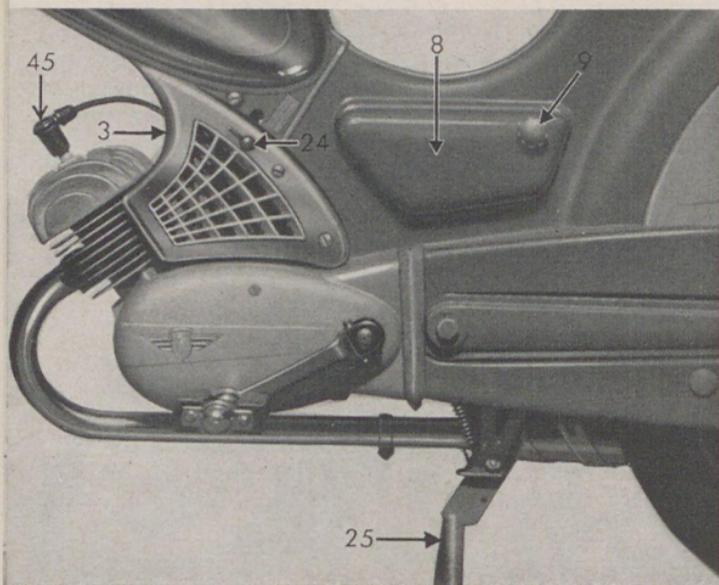

Bild 2
- e) **Der Werkzeugbehälter** 8 (Bild 2) ist in der Mitte des Fahrzeuges angeordnet. Sein Deckel ist auf Wunsch durch ein Schloß gesichert und kann nach Entsperrung oder durch Herausdrehen der Griffschraube 9 abgenommen werden. Bil 3 zeigt den Werkzeugbehälter mit abgenommenem Deckel.
1. Der Kraftstoffhahn 2 wird geöffnet. Ist der Motor kalt, soll vor dem Starten bei geschlossenem Gasdrehgriff 23 der an der linken Vergaserverkleidung 3 befestigte Druckhebel 24, der den Startschieber im Vergaser schließt, nach vorn bewegt werden (Bild 2). Bei warmem Motor entfällt das Betätigen des Druckhebels, da nur bei kaltem Motor eine Gemischanreicherung notwendig ist.